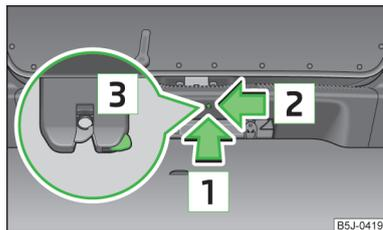

Fig. 37
- Introducir un destornillador o una herramienta similar hasta el tope en la abertura en el revestimiento en dirección de la flecha  » fig. 37.